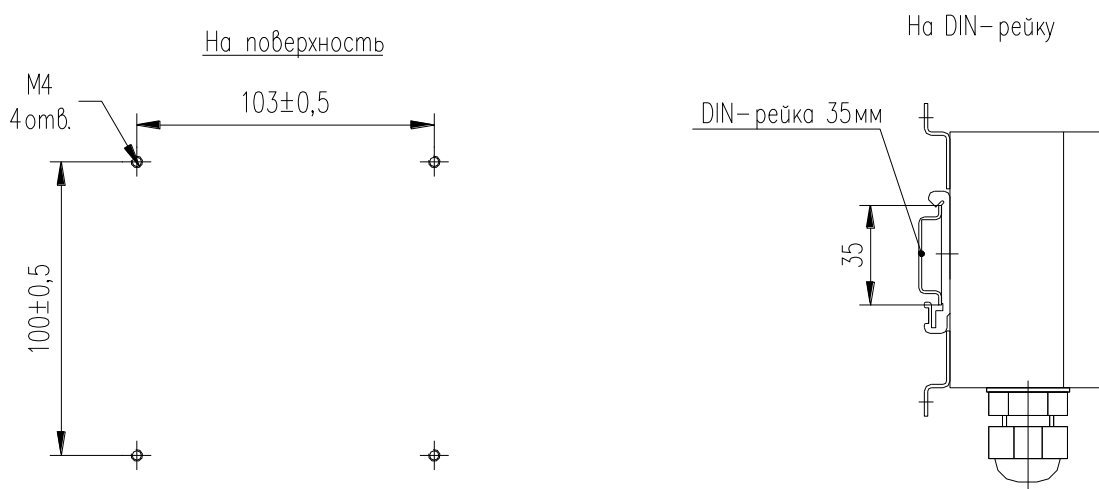

Рис.10.
5.1.6. Блок питания рекомендуется монтировать на объекте рядом с блоком обработки информации, используя один из вариантов крепления (рис.10).